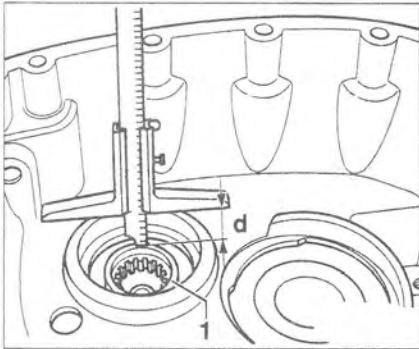

Рис. 5.85. Определите расстояние «d» от верхнего края отверстия подшипника до вала привода 1 в корпусе коробки передач.
4. Определите расстояние «d» от верхнего края отверстия подшипника до вала привода 1 в корпусе коробки передач (рис. 5.85).